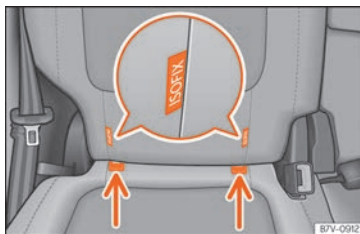

Fig. 39 Versión 2: identificación de los puntos de anclaje para el asiento para niños en el asiento del vehículo.
- Encaje el asiento para niños en las anillas de sujeción »»» **fig. 39**, en el sentido de la flecha. El asiento para niños debe encastrar de forma segura y audible.
- Coloque el asiento para niños sobre la banqueta y enganche los ganchos de los cinturones de fijación en las anillas de fijación »»» **fig. 39**.